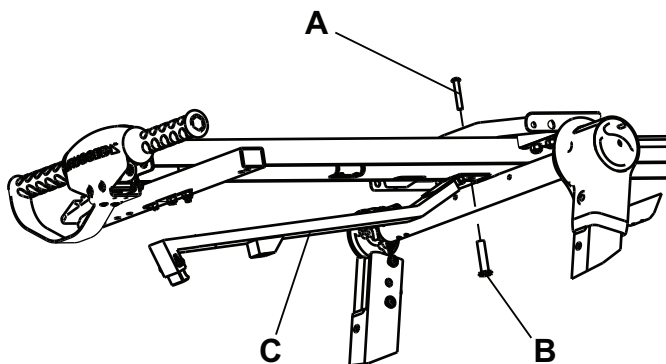

Figura 6 – Brațul cu cârlig
- a. Folosind o cheie în stea T27H și o cheie M16, scoateți șurubul cu cap rotund (A) și piulița cu flanșă (B) (Figura 6). Păstrați șurubul și piulița.
- b. Aplicați Loctite® 242 albastru pe șurubul cu cap rotund (A) sau pe piulița cu flanșă (B).
- c. Montați ansamblul brațului cu cârlig furnizat (C) (610000010016) cu șurubul și piulița scoase la pasul 5a (Figura 6).